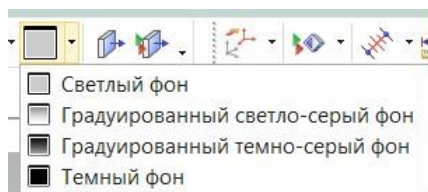
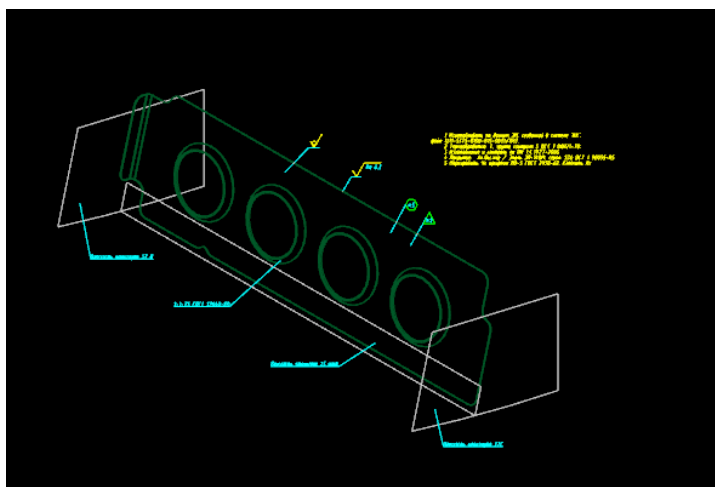

Рис.16
рис.17
- Обычно цвет рабочего поля, фон – **серый**. Но по желанию, с помощью инструментов панели инструментов «**Вид**» вы можете изменить его на черный, или более темный (рис.16). Кстати, в соответствии со стандартом предприятия итоговые геометрические модели проектируемых объектов должны быть представлены на черном фоне (рис.17).